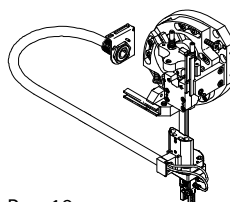

Рис. 19
- Обеспечить надежную прокладку подвижных пневматических шлангов и электропроводки (пример: Рис. 19).